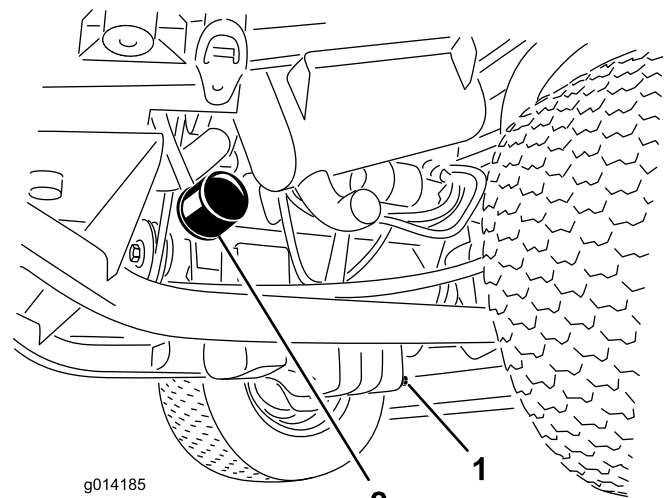

図 27
3. オイルフィルタ図 27を外す。
1. ドレンプラグ (図 27) を外してオイルを容器に受ける。